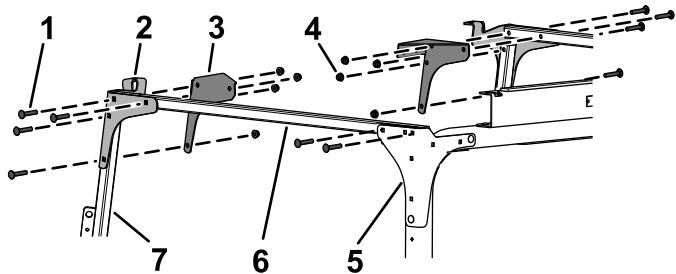

Bild 29
7. Befestigen Sie die Querverbindungsrohre lose mit vier Schlossschrauben (5/16" x 1 3/4") und vier Bundmuttern (5/16") an den hinteren Befestigungshalterungen, wie in Bild 29 abgebildet.
8. Befestigen Sie die vorderen Befestigungshalterungen und die vorderen Eckenverstärkungen lose mit acht Schlossschrauben (5/16" x 1 3/4") und acht Bundmuttern (5/16") an den vorderen Querverbindungsrohren und den Windschutzscheibenstützen, wie in Bild 29 abgebildet.